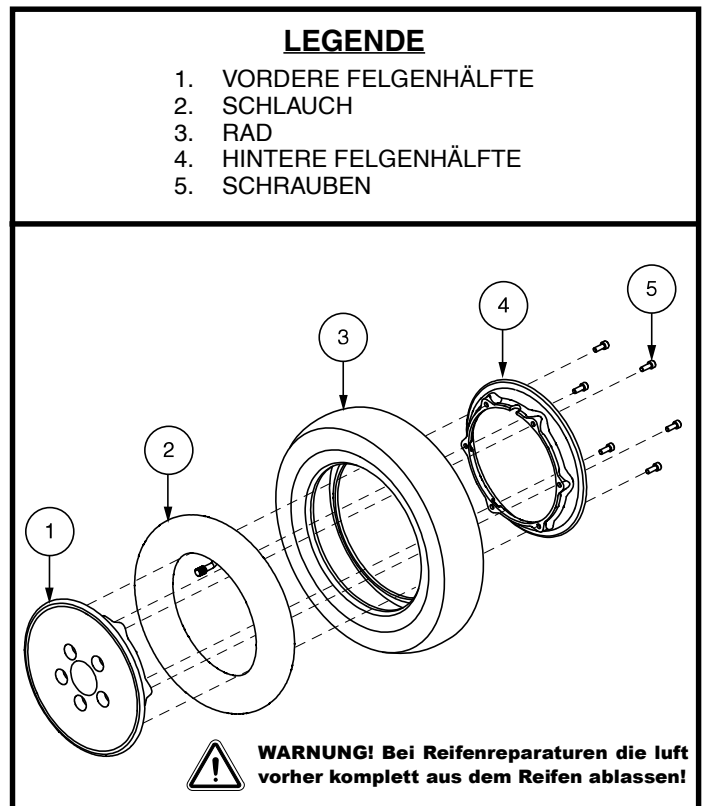

Abb. 30. Zerlegen und Zusammenbauen von Luftreifen
6. Entfernen Sie die Schrauben und trennen die äußere und innere Felge voneinander. **Siehe Abb. 30.**